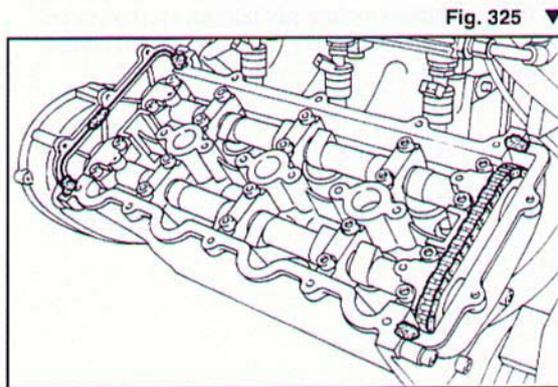

Fig. 325 ▼
- applicare un po' di pasta Loctite Forma-guarnizioni alle giunzioni delle guarnizioni in gomma (**Fig. 325**);
- apply a little Loctite gasket-shaping paste to the junctions of the rubber gaskets (**Fig. 325**);